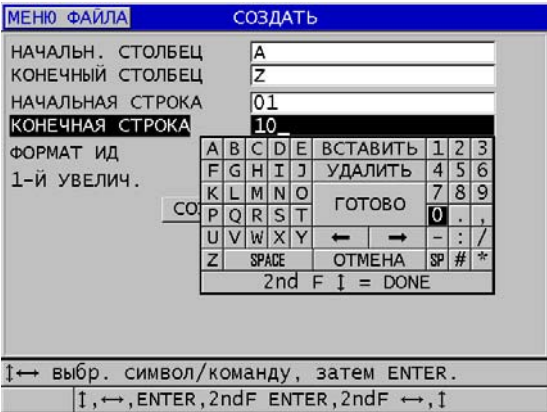

Рис. 11-10 Конфигурация диапазона ИД для 2-D сетки
3. На второй странице диалогового окна **СОЗДАТЬ** (см. Рис. 11-10 на стр. 182):